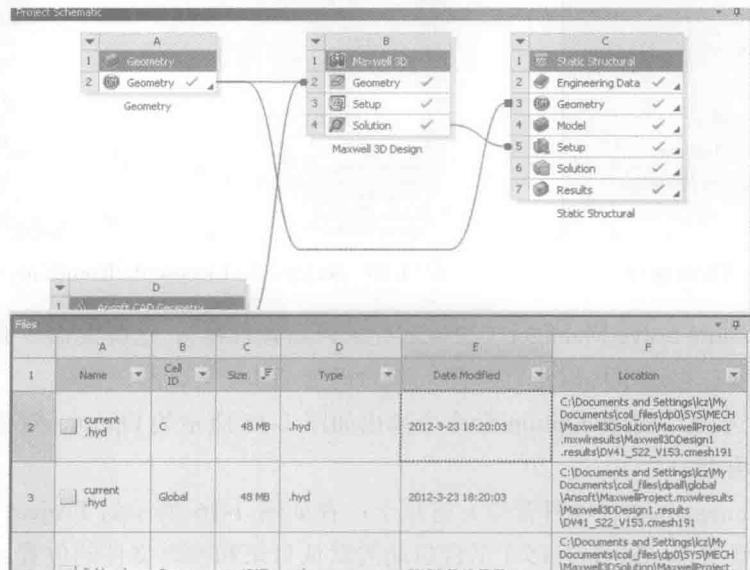

图 1-11 Files 窗口
**Files (文件):** 选择此命令会在 Workbench 15.0 平台下侧弹出如图 1-11 所示的 Files 窗口，窗口中显示了本工程项目中所有的文件及文件路径等重要信息。